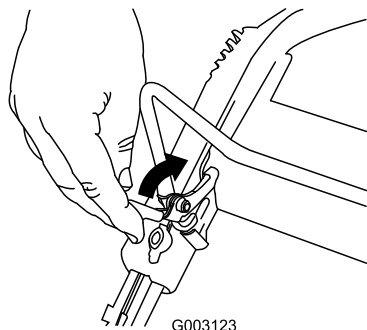

Figure 23
1. Tirez le verrou de la barre de commande en arrière (Figure 23).